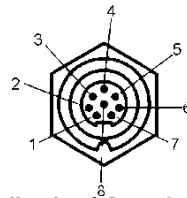

Fig. 3: Zählweise der 8-poligen Rundbuchse/ *Counting order of the 8-pin round connector*
Die Zählweise für die PINs der 8-poligen Rundbuchse können Fig. 3 entnommen werden./
*The counting order of the 8-pin round connector is shown in Fig. 3.*